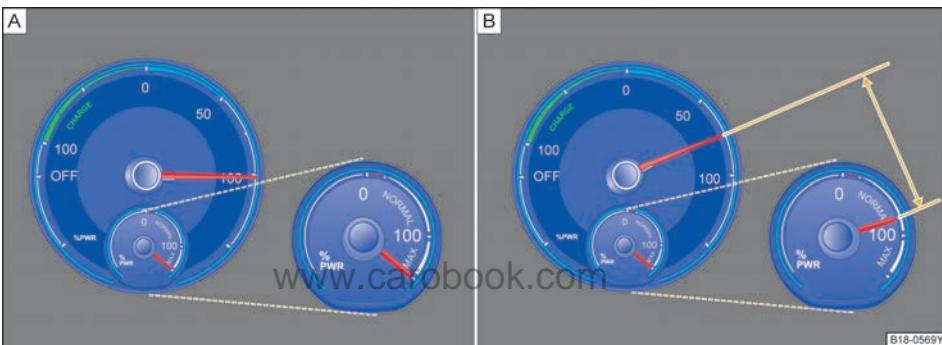

图 12 可用功率表-示意图
- Ⓐ 指针位于 max 区域时，电驱动装置可以达到最高可用功率。（全油门加速时，行驶功率表指针可以达到 100。）⇒ 图 12(A)
- Ⓑ 指针位于 normal 区域时，电驱动装置无法达到最高可用功率。（全油门加速时，行驶功率表指针最多可与可用功率表平行。）⇒ 图 12(B) ⇒